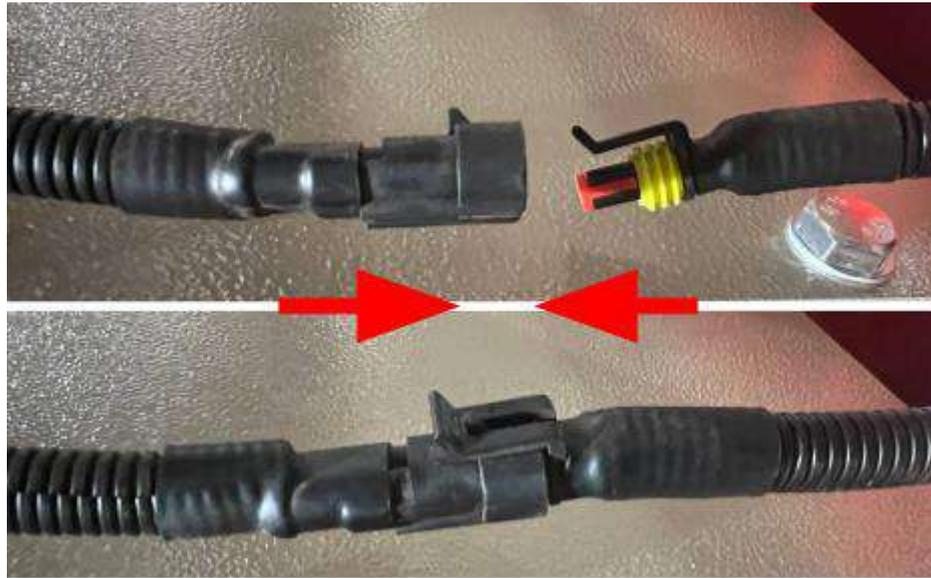

Рисунок 24. Підключення проводки кінцевого вимикача
- З'єднайте роз'єми до повної фіксації (Рис.24).